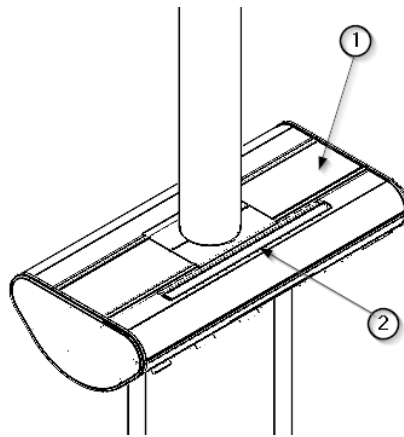

Abb. 4 Position des indirekten Lichts
- Lösen Sie mit einem Kreuzschlitzschraubendreher die 2 Senkkopfschrauben M4 x 10 ① DIN 935, wie in Abbildung 4 dargestellt.
- Entfernen Sie die Polycarbonatabdeckung ② und bewahren Sie sie an einem sicheren Ort auf. Das Beleuchtungsmodul ist nun sichtbar.
- Entfernen Sie mit einem Inbusschlüssel die 4 Zylinderschrauben M5 x 10 ③ DIN 912. Das Beleuchtungsmodul ist nun lose.
- Trennen Sie den Schnellanschluss der LED-Streifen ⑤. Jetzt können Sie das Modul umdrehen, sodass die Controller ⑦ und ihre Anschlussleiste sichtbar werden.
- Trennen Sie die Stromversorgung der Controller ⑦ von der Anschlussleiste.
- Lösen Sie die Sechskantschrauben M4 x 16 ⑧ DIN 933 und lösen Sie die Laschen ⑥, mit denen die Controller ⑦ befestigt sind.
- Setzen Sie die neuen Steuerungen ⑦ ein und befestigen Sie sie mit den Laschen ⑥, indem Sie die Sechskantschrauben ⑧ festziehen.
- Lösen Sie die Sechskantschrauben M4 x 16 ④ DIN 933 und lösen Sie die LED-Streifen ⑤.
- Setzen Sie die neuen LED-Streifen ein und befestigen Sie sie mit den Sechskantschrauben ④.